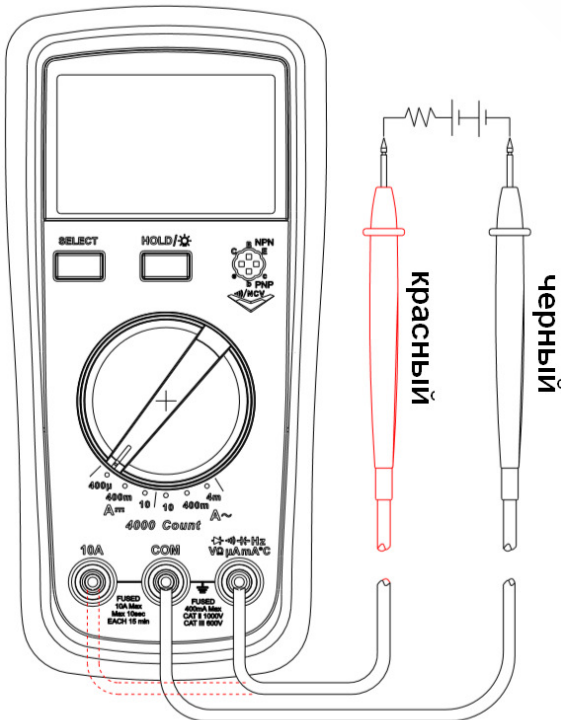

Рисунок 6
9.8. Измерение постоянного тока (см. рисунок 6)
9.9. Измерение переменного тока (см. рисунок 6)